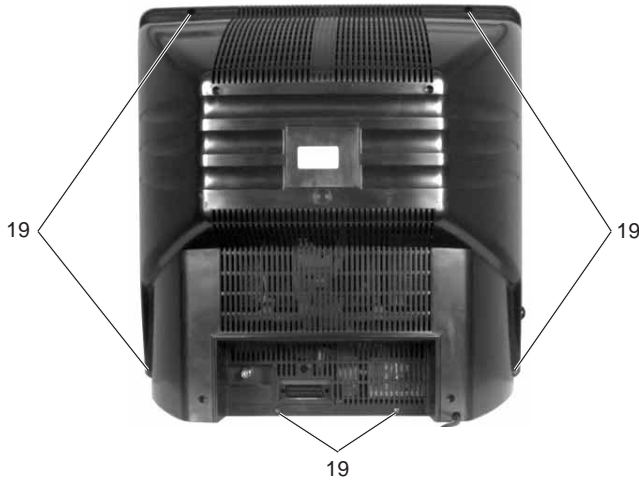

Fig. 1
- 6 Schrauben (Pos. 19) entfernen und Geräte rückwand abnehmen (Fig. 1).
- Undo 6 screws (Pos. 19) and remove the rear side of the cabinet (Fig. 1).